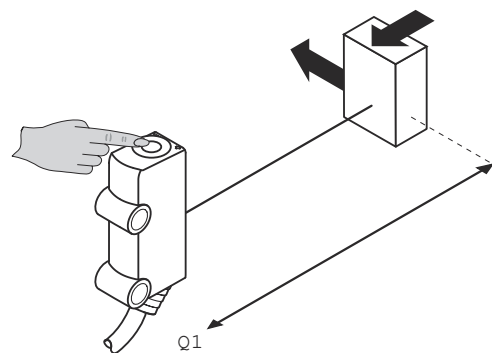

Abbildung 6: Einstellung Schaltabstand
- Objekt in der gewünschten Distanz in den Strahlengang des Geräts bringen (min. und max. Reichweite beachten, siehe Abbildung 6, Seite 12).